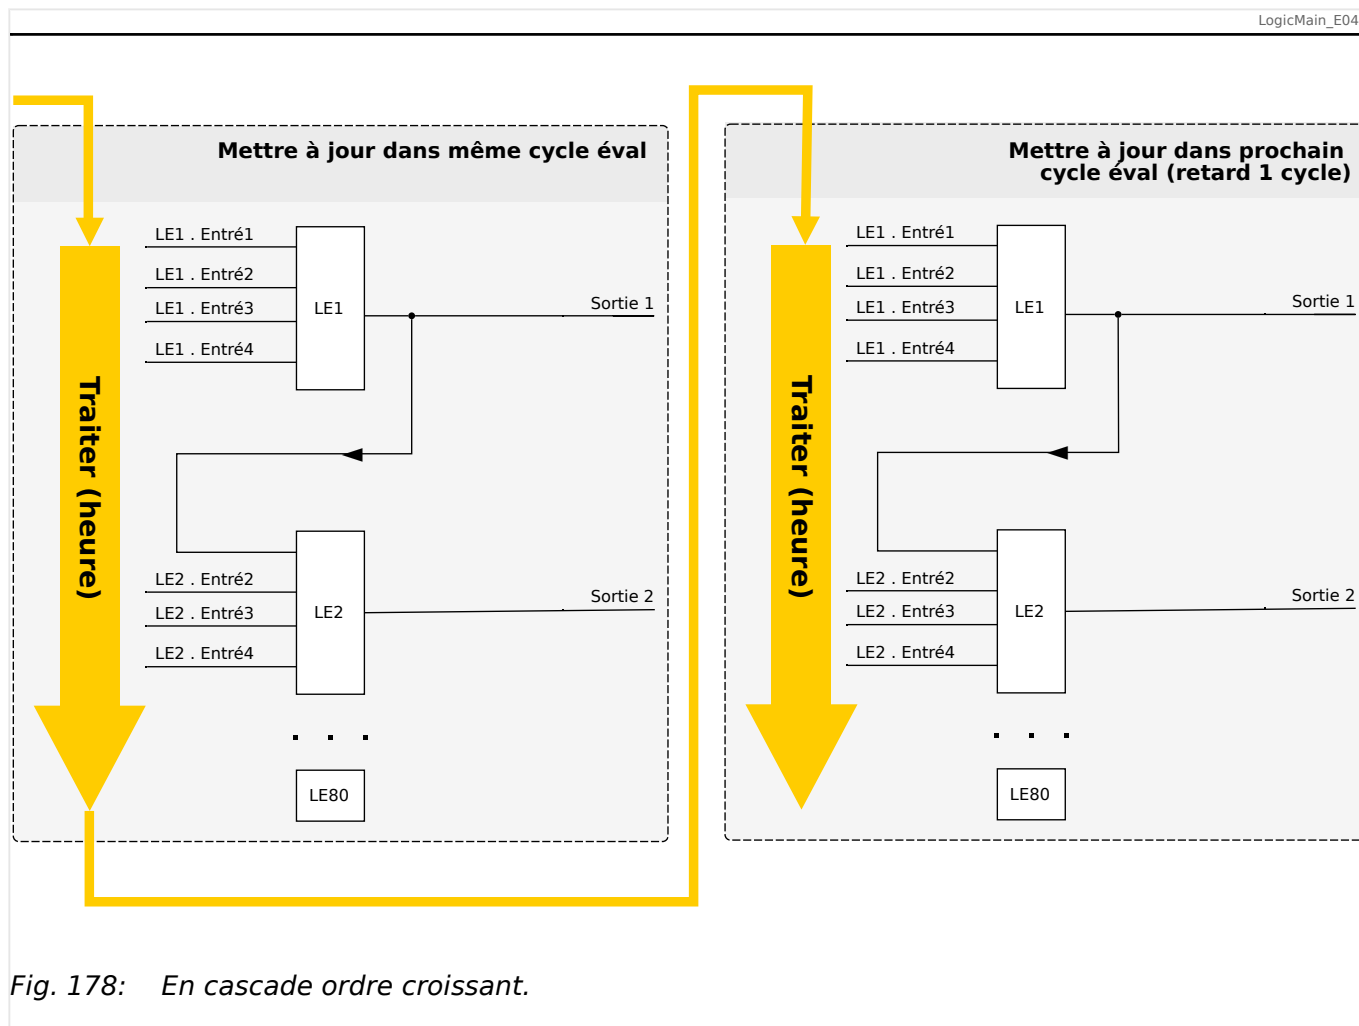
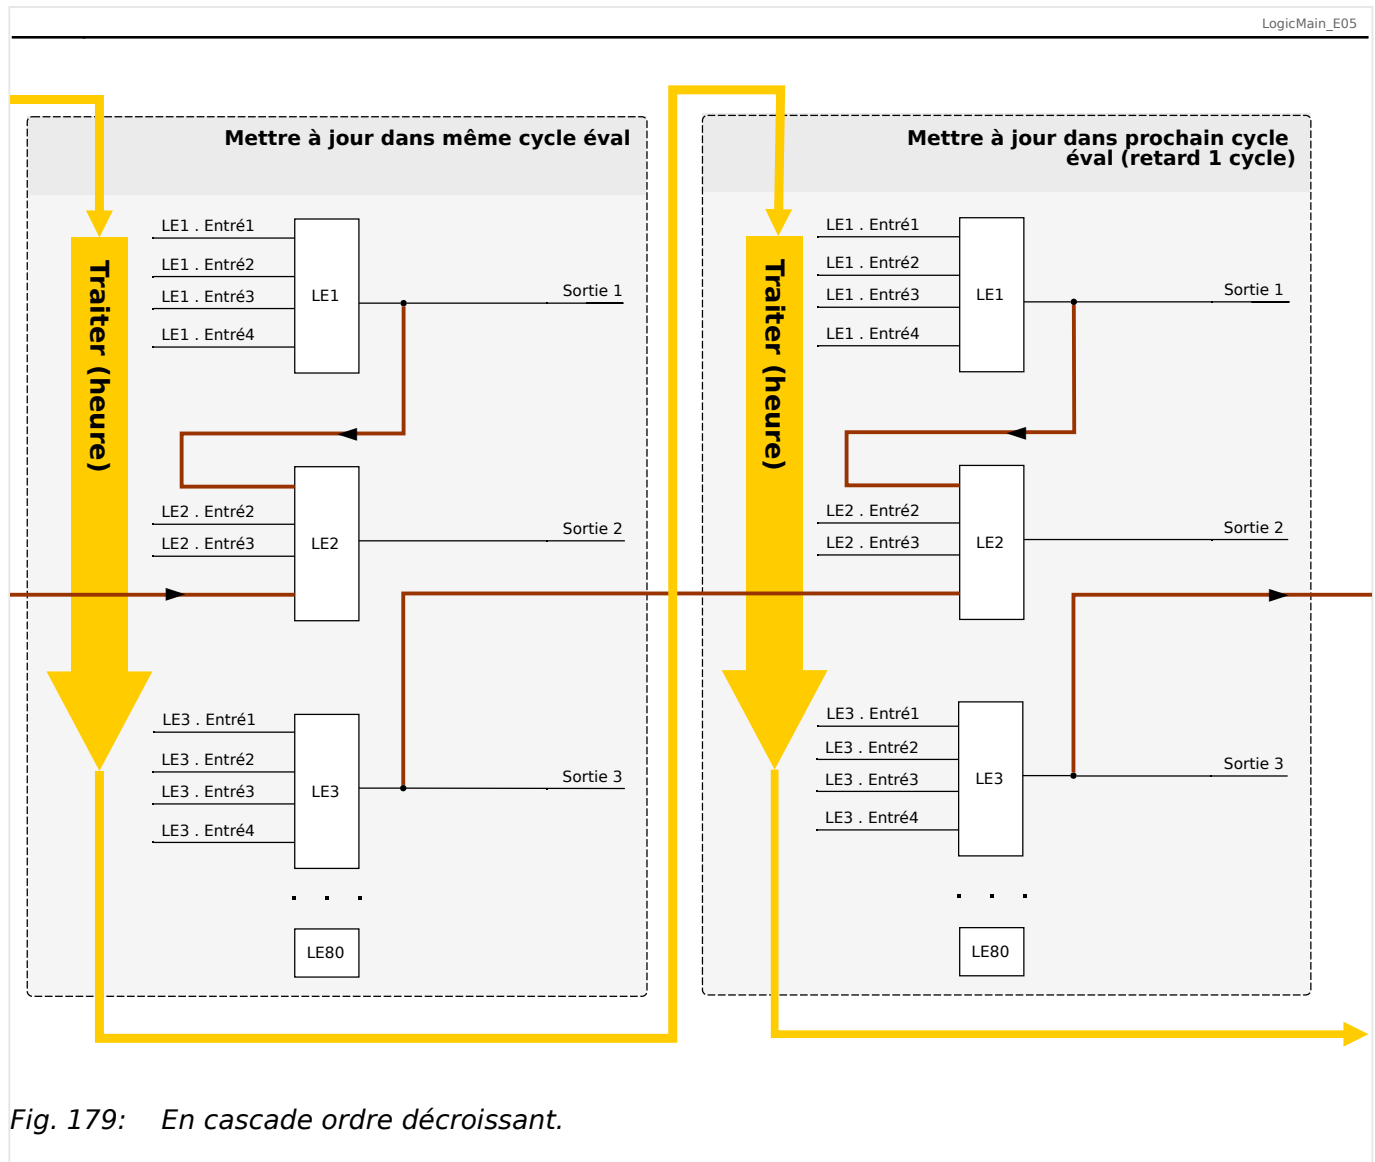

Fig. 178: En cascade ordre croissant.
Fig. 179: En cascade ordre décroissant.
- Dans une séquence **ascendante**, certaines sorties sont injectées en entrée dans une équation logique portant un numéro **plus élevé**. Par exemple, le schéma  Fig. 178 ci-dessous indique que le résultat de l'équation logique LE1 est utilisé en tant qu'entrée de l'équation logique LE2.
- Dans une séquence **descendante**, certaines sorties sont injectées en entrée dans une équation logique portant un numéro **plus bas**. Par exemple, le schéma  Fig. 179 indique que le résultat de l'équation logique LE3 est utilisé en tant qu'entrée de l'équation logique LE2.
Les séquences ascendantes et descendantes peuvent être utilisées et combinées les unes avec les autres, sans différence immédiate. Toutefois, en raison de l'évaluation de toutes les équations par ordre ascendant, les valeurs de temps de fonctionnement réelles qui sont injectées en entrée d'une équation auront un « âge » différent, comme on peut le voir dans  Fig. 178 et  Fig. 179 ci-dessous.
Dans l'exemple présenté dans Fig. 179 ci-dessus, l'équation logique « 2 » utilise les états de sortie de deux autres équations, les équations logiques « 1 » et « 3 ». Le résultat de l'équation logique « 1 » est utilisé dans l'ordre ascendant. Il a par conséquent été évalué au cours du même cycle de traitement. Le résultat de l'équation logique « 3 » est utilisé dans l'ordre descendant. Il a par conséquent été évalué au cours du cycle de traitement précédent.